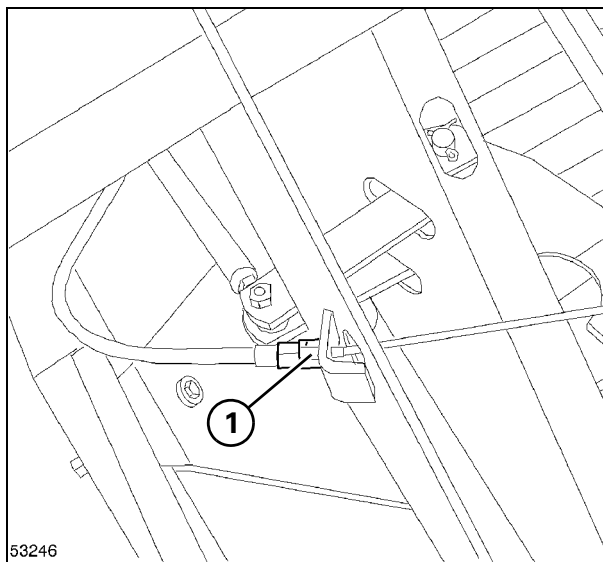
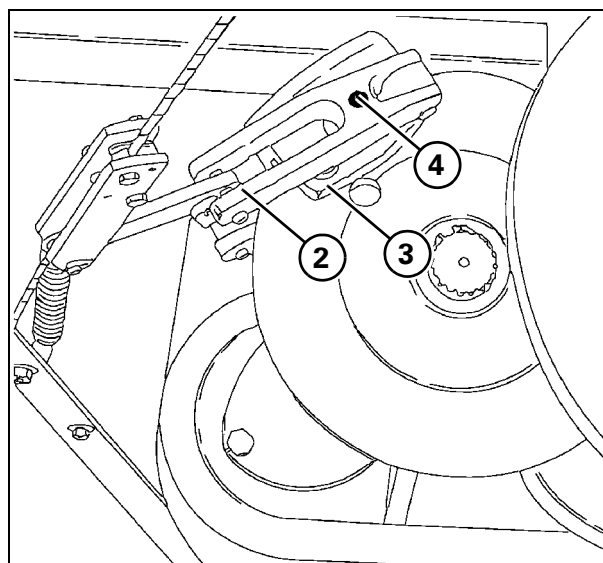

Рис. 45
Рис. 46
**РЕГУЛИРОВКА СТОЯНОЧНОГО ТОРМОЗА** - Рис. 45 и Рис. 46